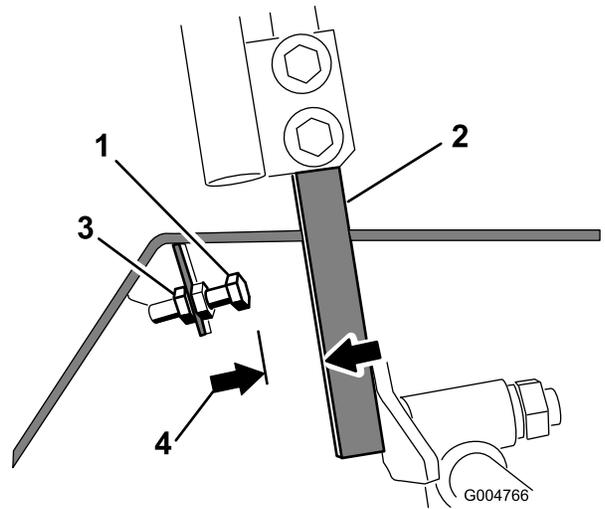

Figura 55
4. Solte a porca de retenção no parafuso de paragem para uma alavanca de controlo (Figura 55).